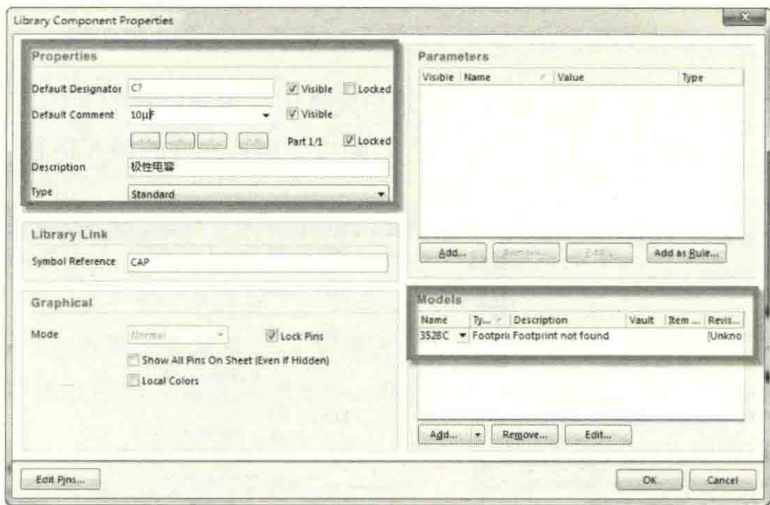

图 3-23 电容元件属性设置
- (7) 双击名称为“CAP”的元件，对其元件属性进行设置，如图 3-23 所示，位号设置为“C?”，Comment 值填写为“10 $\mu$ F”，描述填写为“极性电容”，模型选择为“Footprint”，并填写名称为“3528C”。到这步即完成了电容元件的创建。